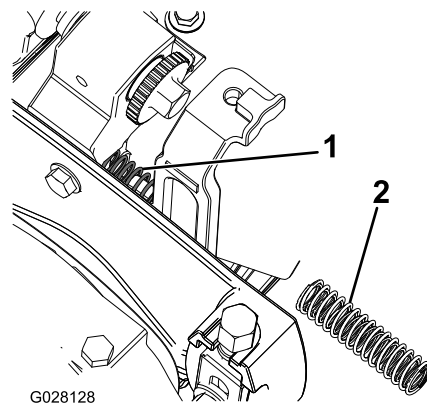

図 6
11. ラジオペンチのようなものを使用して、カuttingユニットの両側についている圧縮スプリングを2本とも外し、新しい内側スプリングと外側スプリングに交換する 図 6。